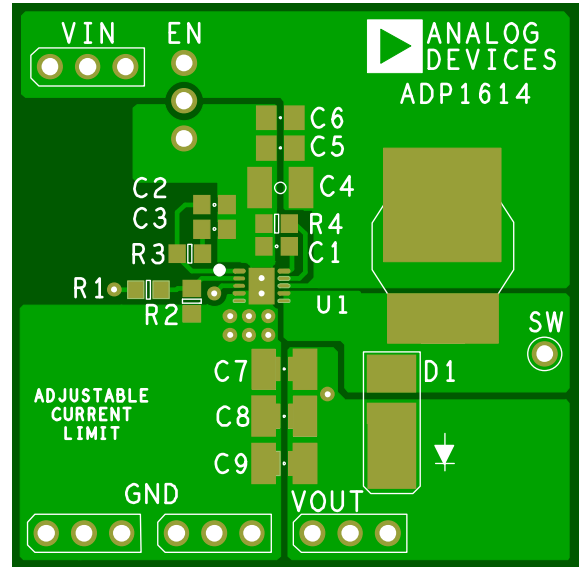

図 28. ADP1614 昇圧アプリケーション用の最上層の推奨レイアウト
- 図 28 に C4 と記載されている低 ESR の入力コンデンサ (C_{IN}) をできるだけ VIN と GND の近くに取り付けます。これによって、ボードの寄生インダクタンスからデバイスに注入されるノイズを最小限に抑えることができます。
- VIN からインダクタ (L1)、整流器 (D1)、および図 28 に C7 と記載されている出力コンデンサ (C_{OUT}) を経由する大電流パスをできるだけ短くします。
- 図 28 に C1 と記載されているソフトスタート・コンデンサ (C_{SS}) をできるだけデバイスに近い位置に接続します。ソフトスタート・コンデンサのグラウンドは、AGND プレーンに接続してください。これによって、GND ピンとのケルビン接続が形成されます。
- 図 28 に R4 と記載されている電流制限設定抵抗 (R_{CL}) をできるだけデバイスに近い位置に接続します。CL 抵抗のグラウンドは AGND プレーンに接続してください。これによって、GND ピンとのケルビン接続が形成されます。